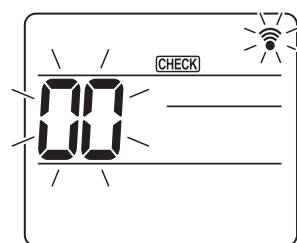
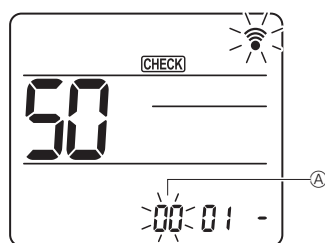
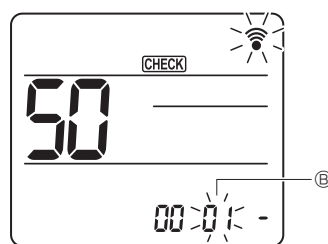
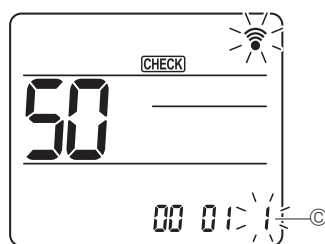

Fig. 7-18
Fig. 7-19
Fig. 7-20
Fig. 7-21
7.4.2. Voor draadloze afstandsbediening (Fig. 7-18, Fig. 7-19, Fig. 7-20, Fig. 7-21)
① Ga naar de modus voor functieselectie
[CHECK] wordt verlicht en "00" knippert. (Fig. 7-18)
② Stel het unitnummer in
Druk op de toets [50] om het unitnummer ④ in te stellen. (Fig. 7-19)
③ Kies een modus
Druk op de toets [50] om het modusnummer ⑤ in te stellen. (Fig. 7-20)
④ Kies het instellingsnummer
Wijzig het instellingsnummer ⑥ met de toets [50]. (Fig. 7-21)